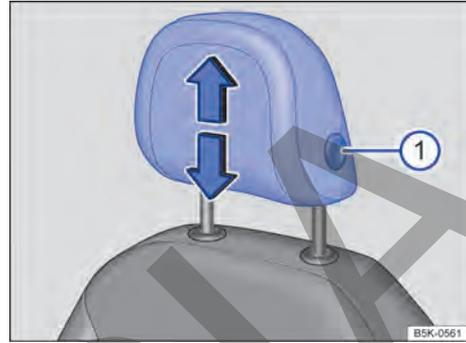
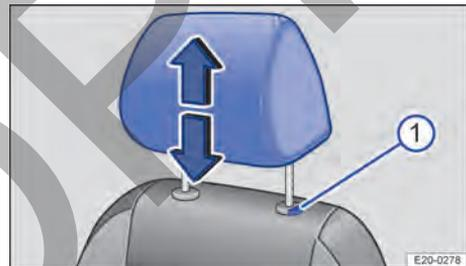

Fig. 61 En el asiento delantero: Ajustar el apoyacabezas (variante 1).
Fig. 62 En el asiento delantero: Ajustar el apoyacabezas (variante 2).
1. Suba o baje el apoyacabezas presionando al mismo tiempo la tecla → fig. 61 Ⓛ o → fig. 62 Ⓛ.